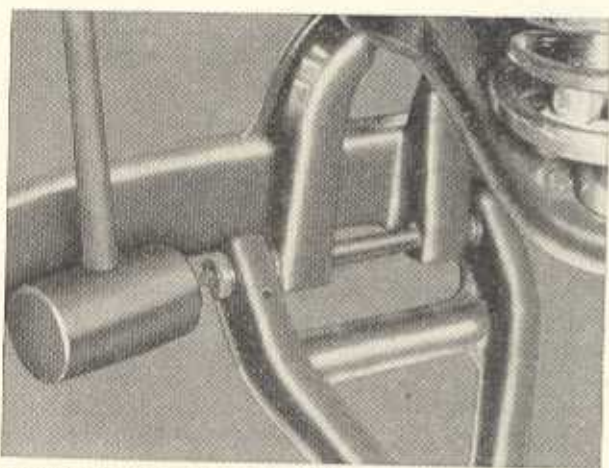

Bild F 34. Heraus schlagen des Bolzens am unteren Querlenker
3. Oberen und unteren Querlenker ausbauen, indem die Kronenmutter M 12 x 1,5 abgeschraubt und die Bolzen vorsichtig zurückgeschlagen und herausgezogen werden (Bild F 34).